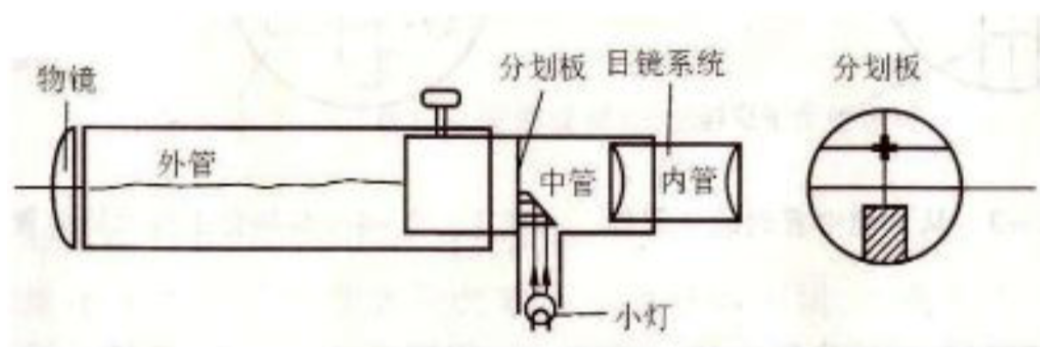

图 2: 望远镜结构示意图
3. 望远镜——观测用，由物镜和目镜系统组成，为了调节和测量，物镜和目镜之间还装有分划板，它们分别置于内管、外管和中管内，三个管彼此可以相互移动，也可以用螺钉固定。参看图 2，目镜在内管中，分划板在中管中，分划板下方紧贴一块 45° 的全反射棱镜，棱镜与分划板的粘贴部分涂成黑色，仅留一个绿色的小十字窗口。光线从小棱镜的另一直角边入射，从 45° 反射面反射到分划板上，透光部分便形成一个在分划板上的明亮的十字窗。